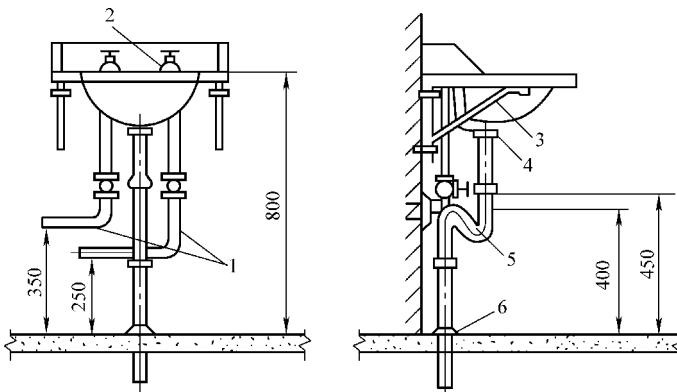

图 2-51 墙架式洗脸盆
1) 洗脸盆装置在盥洗室、浴室、卫生间供洗漱用，大多用带釉陶瓷制成。形状有矩形、三角形、椭圆形，架设方式有墙架式、柱架式、台式三种。墙架式洗脸盆使用较广，墙架式洗脸盆如图2-51所示。